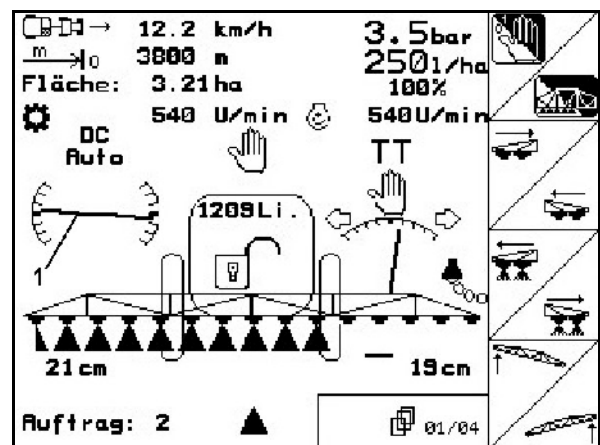

Рис. 145
- На дисплее символ регулировки наклона (Рис. 145/1) показывает выбранный наклон штанг опрыскивателя. Здесь поднята левая сторона штанг опрыскивателя.